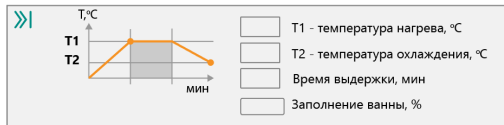

Рисунок 11.7 – Верхнее окно задания уставок
2. После достижения температуры уставки нагреватель начинает поддерживать температуру продукта в течение заданного времени (**этап выдержки**). Время задается во всплывающем окне задания уставок (см. *рисунок 11.7*) в поле параметра «Время выдержки».